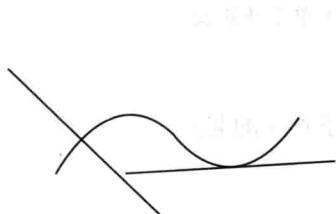

图 2-1-14 切线/法线
- ①与 X 轴夹角:所作直线从起点与 X 轴正方向之间的夹角。
- ②与 Y 轴夹角:所作直线从起点与 Y 轴正方向之间的夹角。
- ③与直线夹角:所作直线从起点与已知直线之间的夹角。
- (4)切线/法线:经过给定点作已知曲线的切线或法线,如图 2-1-14 所示。